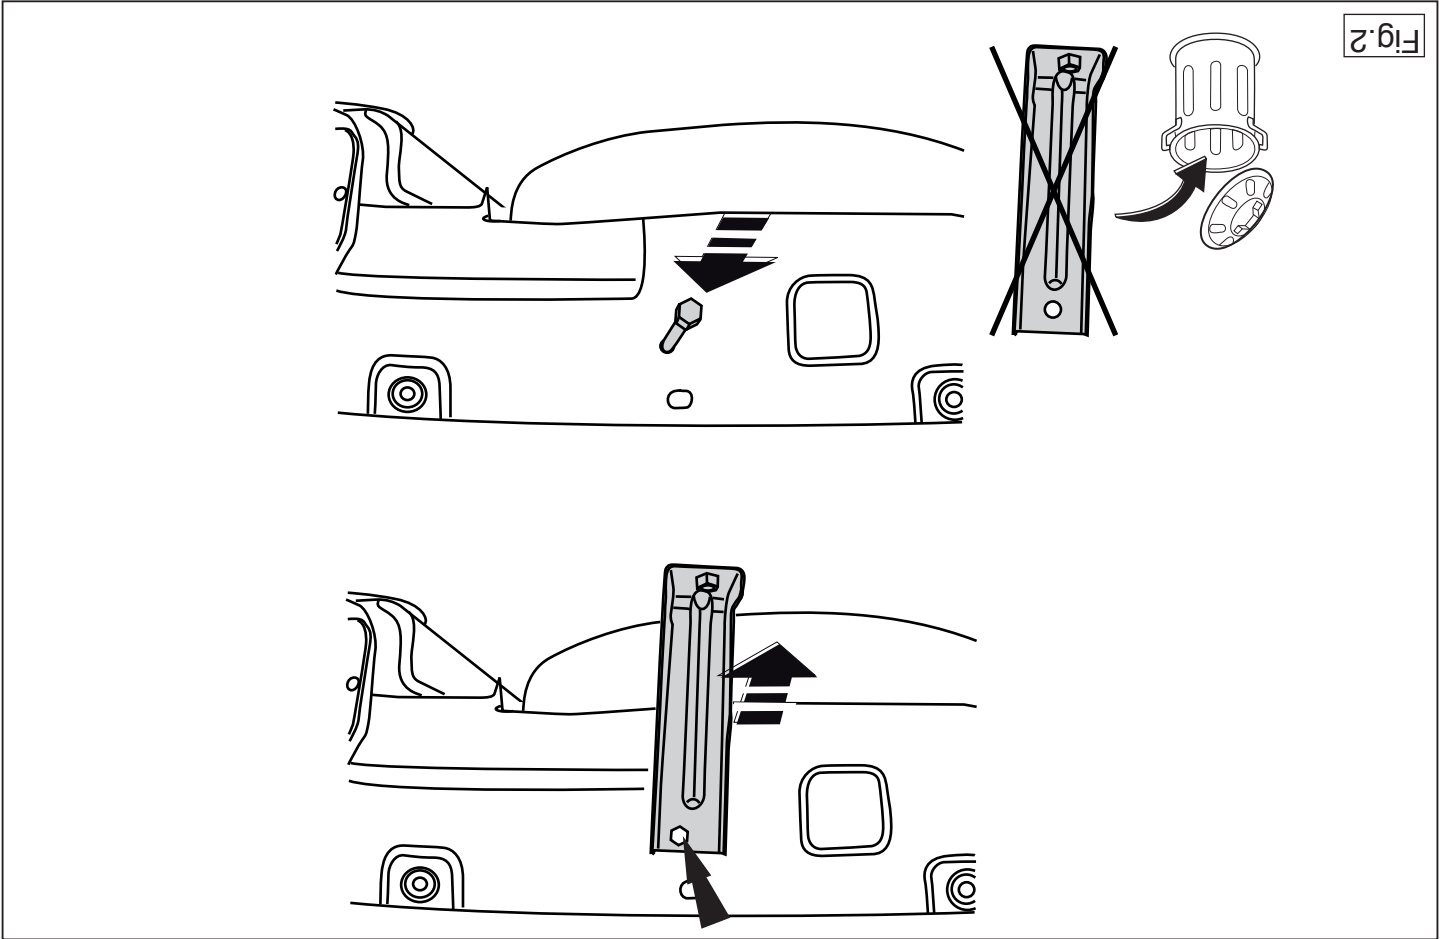

Fig.2
3. Remove the bumper support. See figure 2.
3. Die Stoßstangenhalterung abmontieren. Siehe Abbildung 2.